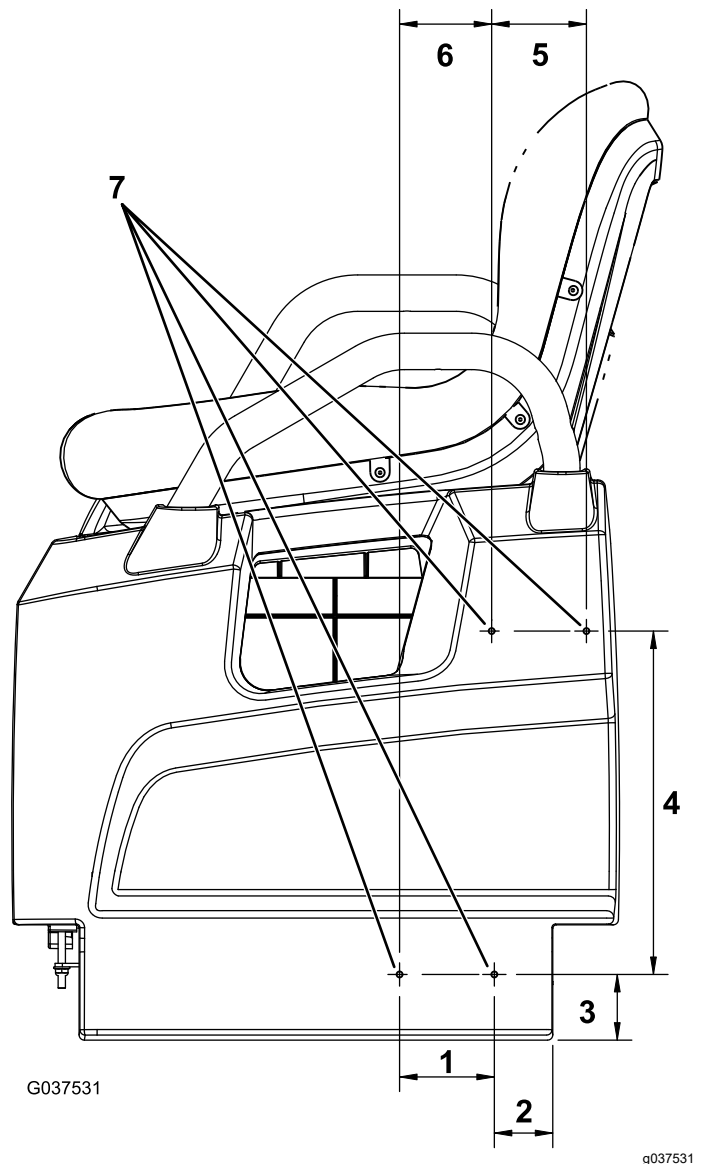

Bild 10
- Messen Sie an der linken Seite der Maschine 51 mm von der unteren, linken Seite des Sitzunterteils und kennzeichnen Sie diese Position (**Bild 10**).
- Messen Sie 57 mm direkt über diese Position und markieren Sie diese Position (**Bild 10**).
- Messen Sie 83 mm nach links von der in Schritt 2 markierten Position und markieren Sie diese Position (**Bild 10**).
- Messen Sie 80 mm nach links von der in Schritt 3 markierten Position, messen Sie dann 299 mm direkt über diese Position und markieren Sie diese Position (**Bild 10**).
- Messen Sie 83 mm nach rechts von der in Schritt 4 markierten Position und markieren Sie diese Position (**Bild 10**).
- Bohren Sie in alle vier Markierungen ein Loch mit einem Durchmesser von 5 mm (**Bild 10**).